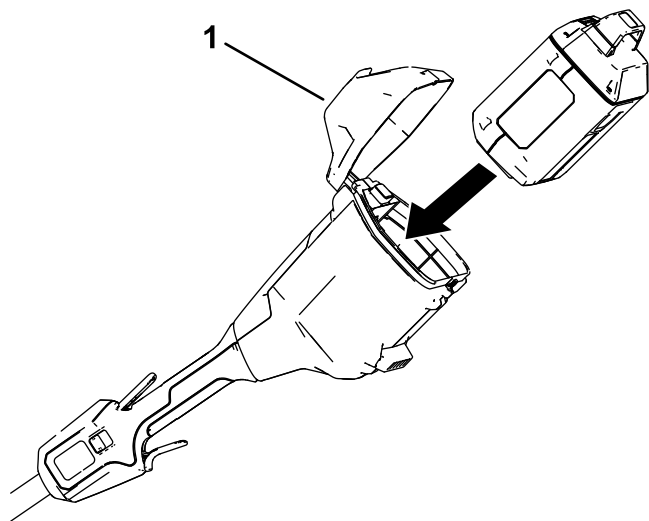

Figure 11
2. Ouvrez le couvercle de la batterie (Figure 11).
3. Alignez le creux de la batterie sur la languette dans le logement de la batterie (Figure 11).
4. Poussez la batterie dans son logement jusqu'à ce qu'elle s'enclenche dans le verrou (Figure 11).